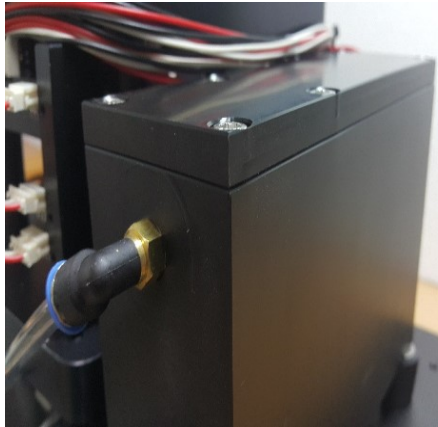

Abbildung 9-4
- 9.2.2 Öffnen Sie das Gerät, um zu prüfen, ob der Tank des Pumpenmotors ein Vakuum aufrechterhält. (**Abbildung 9-4**)